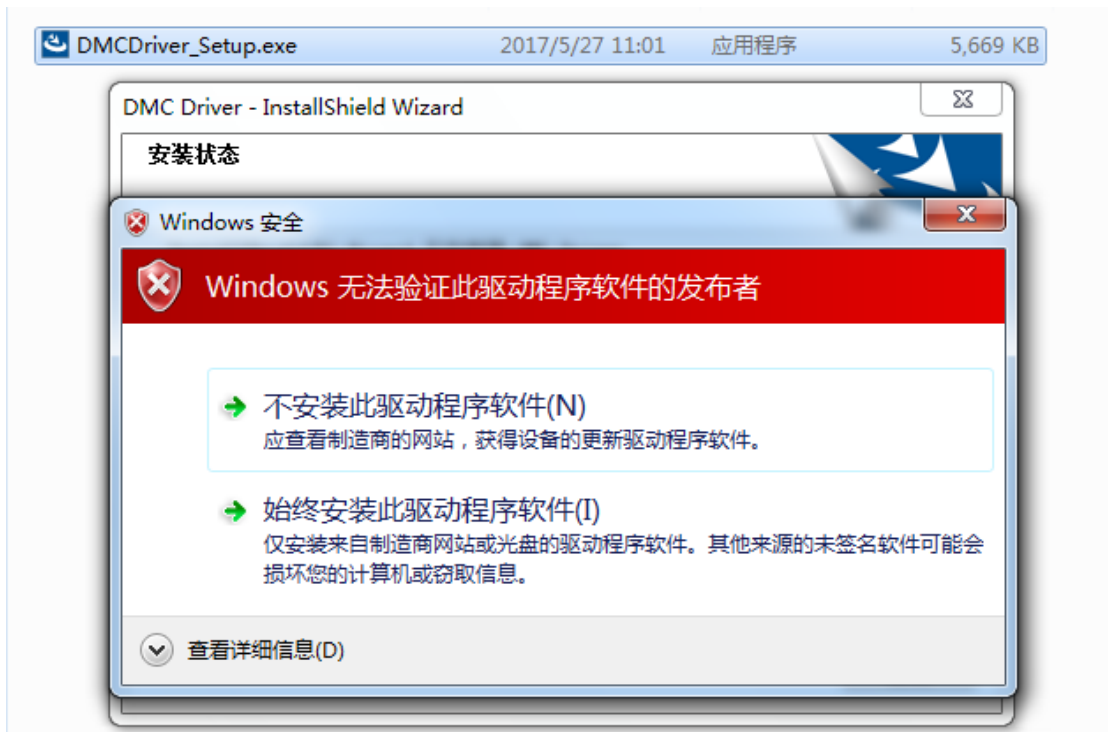

图 4.7 Windows 安全提示
5、安装过程中会出现如图 4.7 所示的 Windows 安全提示对话框，请点击“始终安装此驱动程序软件”，并继续安装。